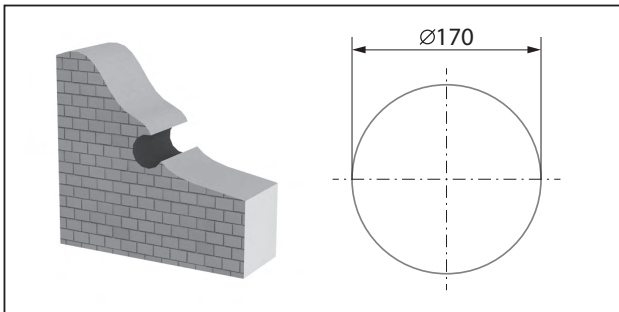

Abb. 7. Maß der Kernlochbohrung
1. Bereiten Sie eine runde durchgehende Öffnung in der Außenwand vor. Das Maß ist in Abb. 7 gezeigt.